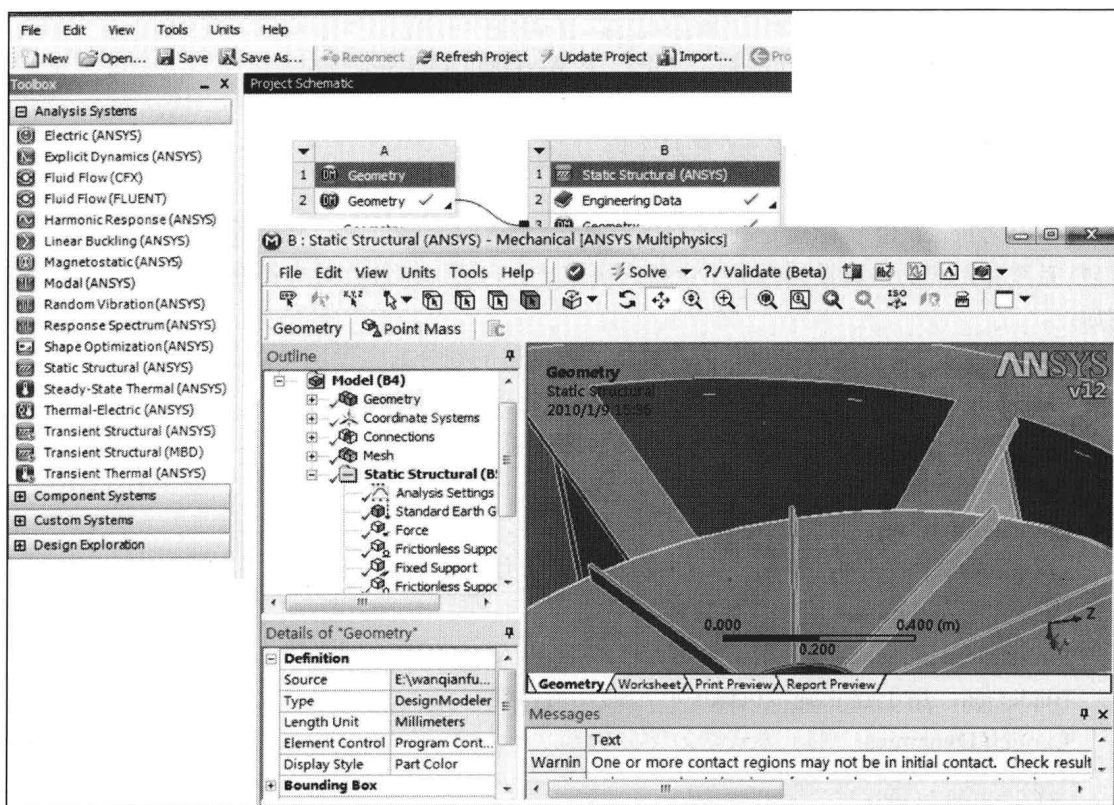

图 1-2 数据集成应用
- 数据集成应用: 从 Mechanical、Mechanical APDL、FLUENT、CFX、AUTODYN 等下运行, 如图 1-2 所示。